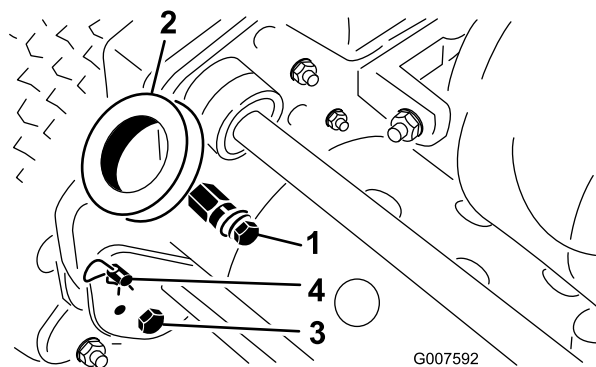

図 2
1. 機体両側の取り付けピンから、ボルト、ワッシャ、ロックワッシャを取り外す(図 2)。
2. ハンドル・アームの下部を機体両側に固定しているボルトとロックナットを取り外す(図 2)。
3. ハンドル・アームをフレーム後部に固定しているヘアピン・コッターとリング・ピンを取り外す(図 2)。
4. ハンドルの各端をハンドルアームの穴に差し込み、取り付けピンとハンドルの穴を整列させる（図 2）。
1. 機体左右のリング・ピンからヘアピン・コッターを抜き取る（図 2）。
2. ハンドルを支えながら、左右のリング・ピンを抜き、ハンドルを希望の高さにセットする（図 2）。